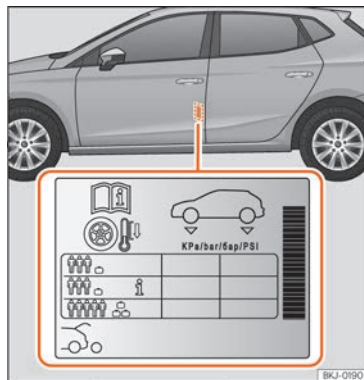

Fig.193 Emplacement de l'autocollant de gonflage des pneus.
- Si le véhicule est fortement chargé, adaptez la pression des pneus en conséquence » » fig. 193.
Les valeurs de pression de gonflage figurent sur l'étiquette adhésive située sur la face arrière du cadre de la porte avant gauche » » fig. 193.
Il est possible d'adapter la pression de gonflage des pneus sous charge moyenne en fonction du véhicule afin d'améliorer le confort de conduite (pression de gonflage **i** » » fig. 193). Lorsque vous roulez avec une pression de gonflage de confort, la consommation de carburant peut légèrement augmenter.
Adaptez la pression de gonflage des pneus à la charge du véhicule. Si le véhicule est chargé au maximum, vous devez augmenter la pression de gonflage jusqu'à la valeur maximale de charge indiquée sur l'étiquette adhésive » » fig. 193.
Dans le cas d'une roue de secours de taille réduite ([125/70 R16 o 125/70 R18], la gonfler à une pression de 4,2 bar comme indiqué sur l'autocollant de pression des pneus » » fig. 193.
- Le conducteur est responsable de la pression correcte de tous les pneus de son véhicule. La pression de gonflage recommandée est indiquée sur un autocollant » » fig. 193.
- Sur les pneus à froid, la pression devra toujours être celle indiquée sur l'autocollant » » fig. 193.